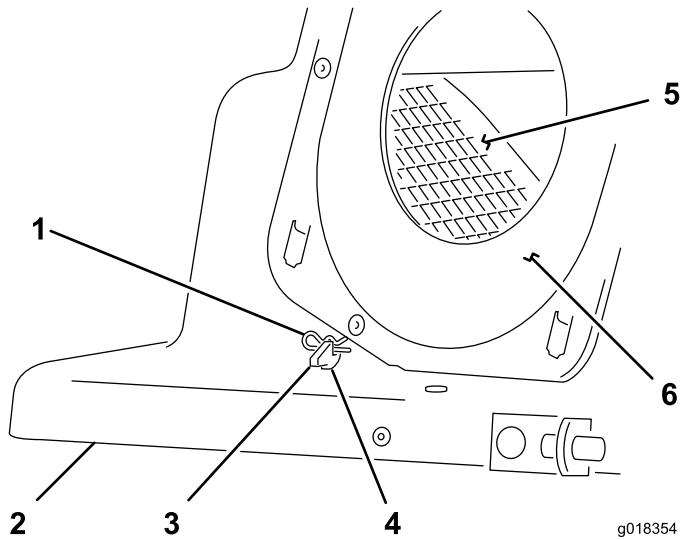

Figure 14
7. Fixez le déflecteur au capot en insérant les goupilles fendues dans les trous des pattes de montage du déflecteur, comme montré à la Figure 14.